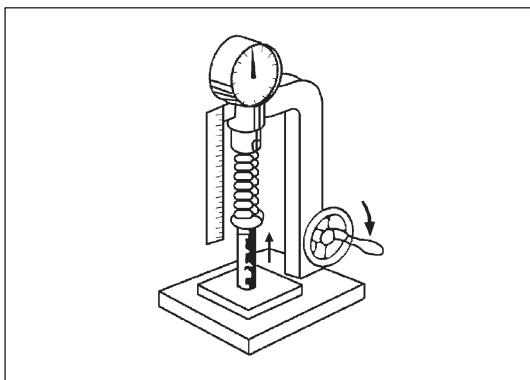

Рис. 12-3-24. Измерение давления пружины клапана в установленном состоянии
- При помощи приспособления для проверки пружин измерить давление пружины клапана при заданной длине в установленном состоянии, как изображено на рис. 12-3-24.
- (8) Проверка распределительного вала и подшипника